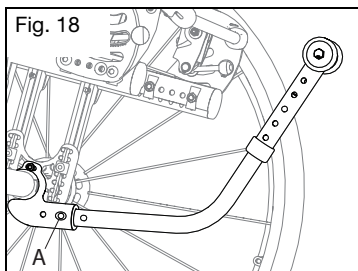

Fig. 18
Cómo girar los tubos antivuelco hacia arriba (Fig. 18)
1. Empuje el pasador de liberación del tubo antivuelco posterior (Fig. 18:A).